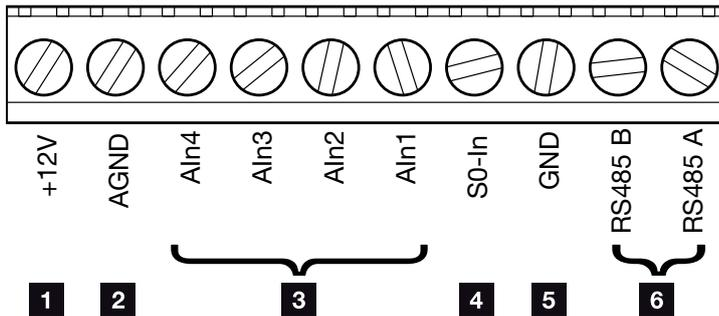

Fig. 35: Struttura della morsettiera a 10 poli
7. Ruotare il sezionatore CC dell'inverter su ON.  **Fig. 35**